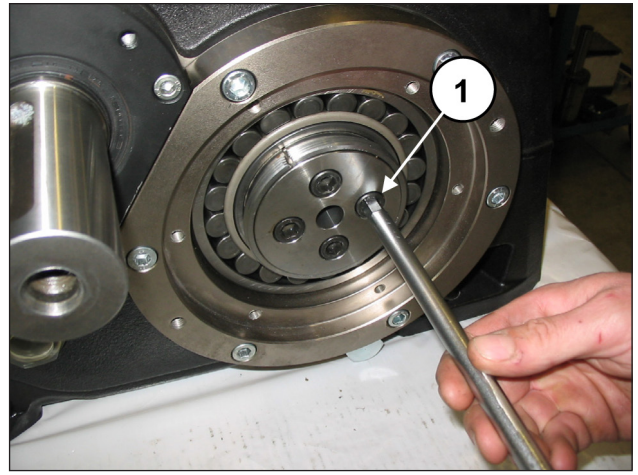

Fig. 88
Visser les deux flasques de retenue de la douille sur le vilebrequin à l'aide de 4+4 vis M12x25 (rep. ①, Fig. 88).